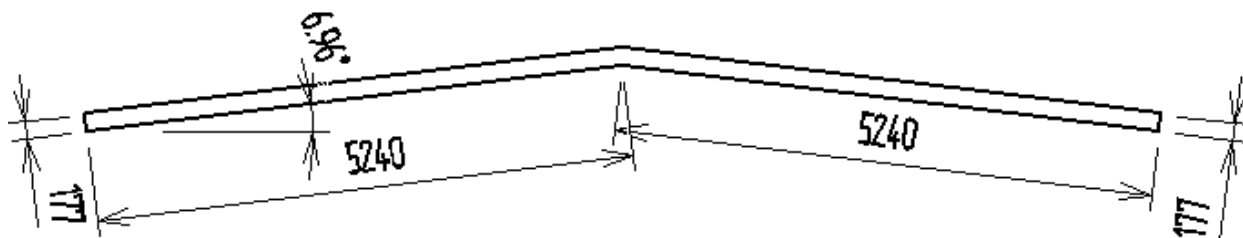

Рисунок 87
- На виде слева нарисовать контур, используя средство *Построение SmartLine*, по размерам, представленным на Рисунок 87: